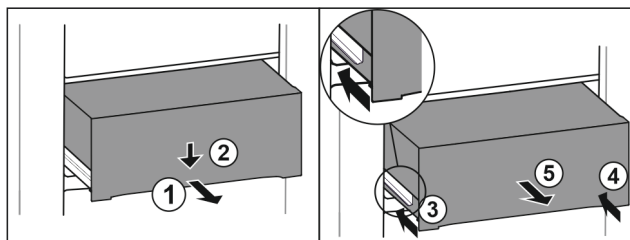

Fig. 105
- ▶ Vytiahnite zásuvku do polovice. Fig. 105 (1)
- ▶ Zatlačte zásuvku na prednej strane smerom nadol. Fig. 105 (2)
- ▶ Zasuňte ľavú koľajničku o cca 2 cm. Fig. 105 (3)
- ▶ Zasuňte pravú koľajničku o cca 2 cm. Fig. 105 (4)
- ▶ Odoberte zásuvku dopredu. Fig. 105 (5)